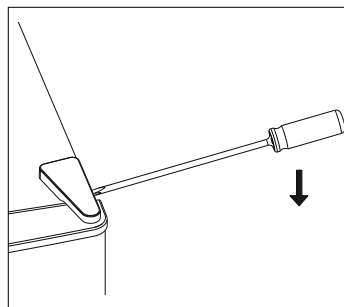

Fig. 3
- ▶ Ponga el regulador de temperatura (3) en la posición «0». Desenchufe la clavija de la toma de corriente.
- ▶ Retire la cubierta de la bisagra (1) del lado derecho, p. ej., con un destornillador de ranura (véase la **fig. 3**).